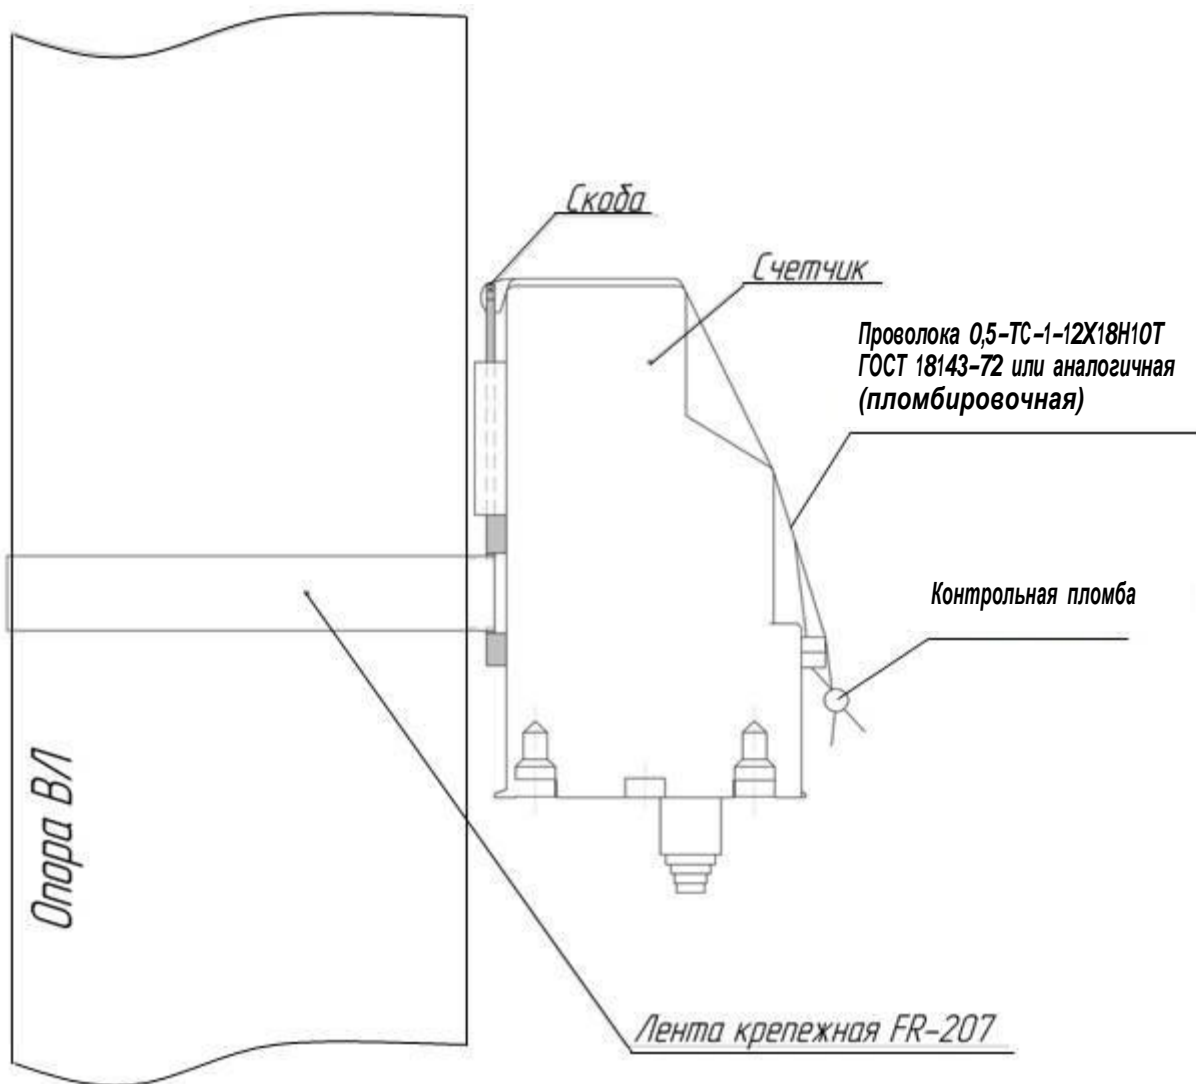

Рисунок 21 – Схема крепления счетчиков РиМ 489.0Х, РиМ 489.1Х, РиМ 489.2Х на опору ВЛ и пломбирования контрольной пломбой
- е) прикрепить скобу для крепления счетчика к опоре ВЛ при помощи крепежной ленты (см. рисунок 21);
- ж) надеть счетчик на скобу, предварительно продев в отверстие скобы отрезок пломбировочной проволоки (400 ± 50) мм для крепления счетчика на опоре в вертикальном направлении и навешивания контрольной пломбы (см. рисунок 21);
- н) установить задвижку, закрывающую клеммы счетчика, и опломбировать ее контрольной пломбой с использованием пломбировочной проволоки, продетой через отверстие скобы (рисунок 21);
- ж) надеть счетчик на скобу, предварительно продев в отверстие скобы отрезок проволоки 0,5-ТС-1-12Х18Н10Т ГОСТ 18143-72 длиной (400 ± 50) для крепления счетчика на опоре в вертикальном направлении и навешивания пломбы энергосбытовой организации (см. рисунок 21);
- м) установить крышку клеммную и опломбировать ее контрольной пломбой организации с использованием пломбирочной проволоки, продетой через отверстие скобы (рисунок 21).